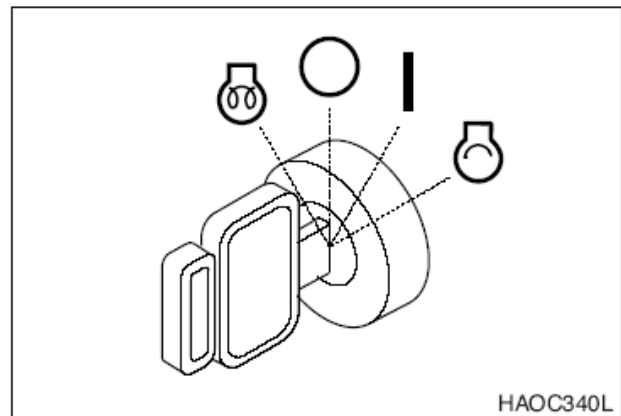

Рис. 7
10. Выключить двигатель поворотом ключа стартера в положение "O" (OFF) (рис. 7).